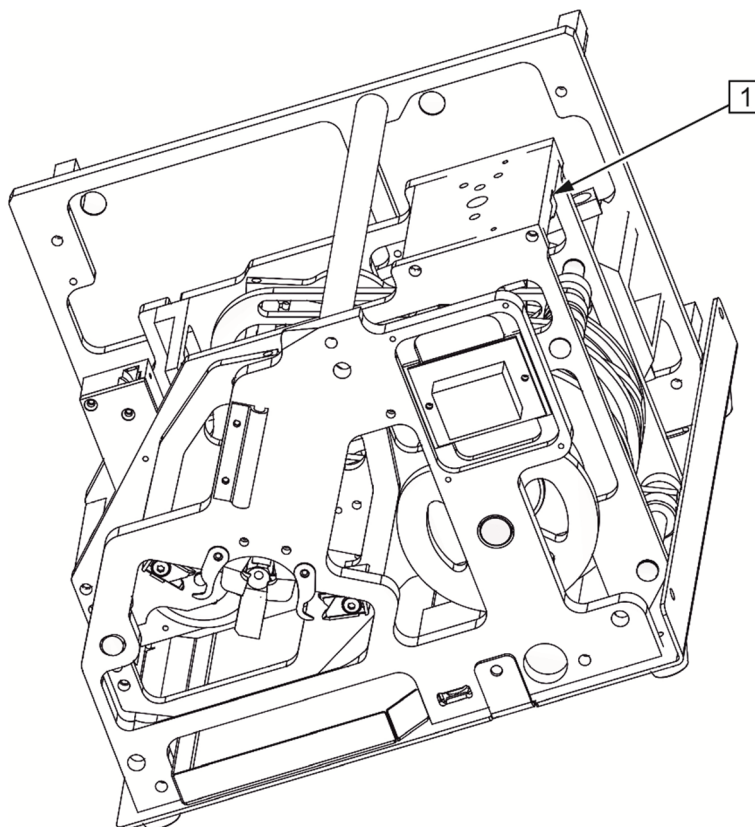

Fig. 16: Lubrificazione regolazione grado di spelatura
- Applicare l'olio lubrificante nella fessura (v. fig. 16, pos. 1) tra la rotella di regolazione e la copertura.